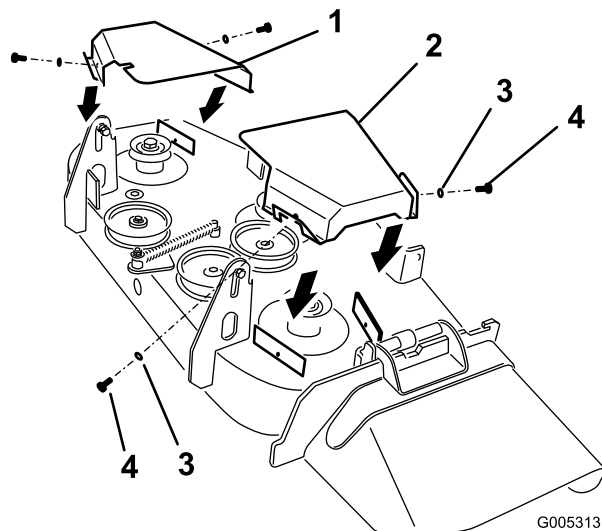

Figura 46
4. Retire los 2 pernos y arandelas de cada cubierta de las correas, y retire las cubiertas de las correas (Figura 46).
9. Instale las cubiertas de las correas sobre los ejes exteriores (Figura 46).